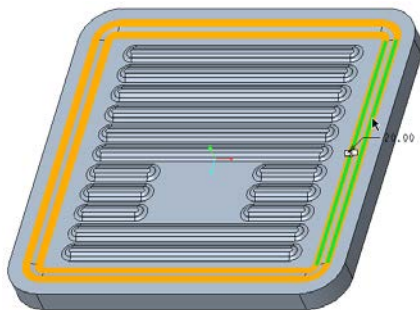

图 5-125 选择要圆角的边链 1
- (1) 单击  (倒圆角) 按钮, 打开“倒圆角”选项卡。
- (2) 设置当前圆角集的圆角半径为“20”。
- (3) 结合〈Ctrl〉键选择图 5-125 所示的要圆角的两条边链。
- (4) 在“倒圆角”选项卡中单击  (完成) 按钮。